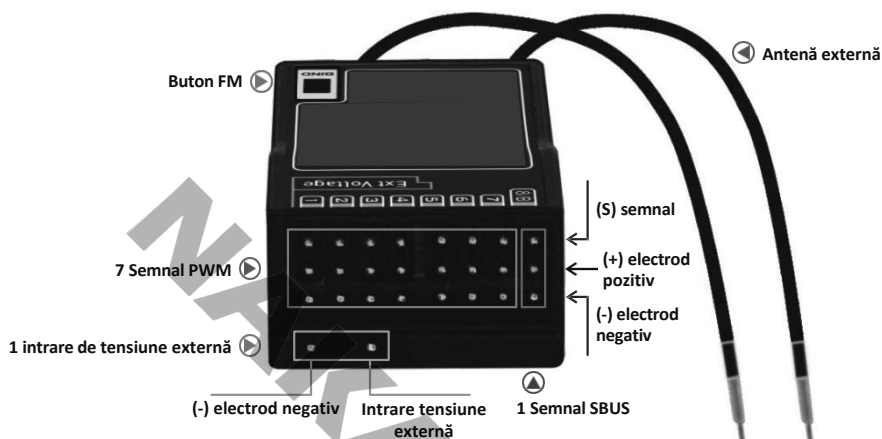

Fig. 1
2. Apăsăți butonul FM de pe receptor (Fig. 1). Indicatorul luminos va clipi rapid și receptorul va intra în modul de control al frecvenței.